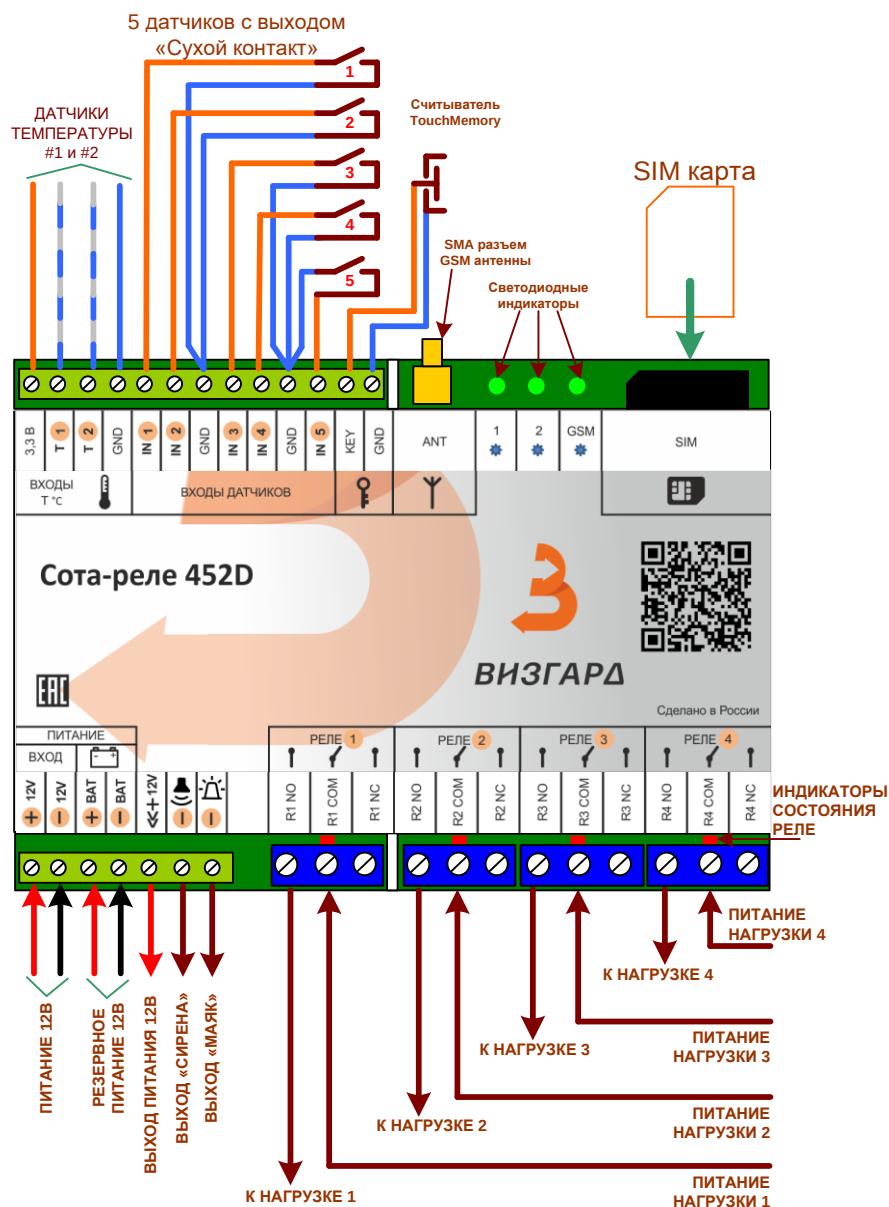

Рис.1 Схема Cota-реле 452D
1. Сделайте необходимые подключения согласно рис.1 (пример подключения датчика протечки указан в ПРИЛОЖЕНИИ 1). Для удобства использования, схема подключения представлена на крышке контроллера.
На рис.1 представлена схема подключения для комплектации «Сота-реле 452D». Для остальных комплектаций подключение аналогично.